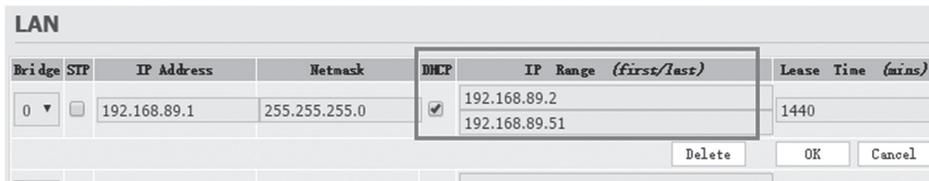

Fig. 2
5. 5. Assurez-vous que la fonction DHCP est activée. (Voir Fig. 2)